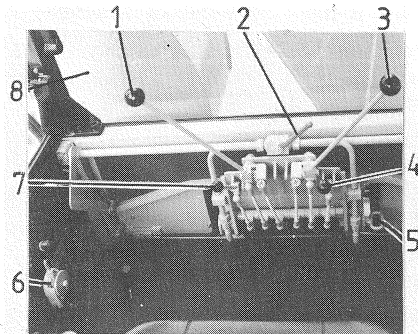

Bild 21
Die abgebildeten Bewegungsabläufe beziehen sich auf den Handhebel (Bild 21/1).
Die abgebildeten Bewegungsabläufe beziehen sich auf den Handhebel (Bild 21/3).
- Kugelblockhahn (Bild 21/2) öffnen,
The movements illustrated refer to the hand lever (fig. 21/1).
L'illustration montre les mouvements du levier à bras (fig. 21/1).
The movements illustrated refer to the hand lever (fig. 21/3).
- open the plug-and-ball valve (fig. 21/2)
- Ouvrir la vanne de blocage à boisseau sphérique (fig. 21/2).
- Kugelblockhahn (Bild 21/2) schließen,
- Tieflöffel bis zum Anschlag anziehen, d. h. Handhebel (Bild 21/1) in Richtung "D" drücken.
(fig. 21/2)
(fig. 21/1) in direction "D".
(fig. 21/2).
- Faire revenir le godet jusqu'à la butée en poussant le levier (fig.21/1) vers "D".